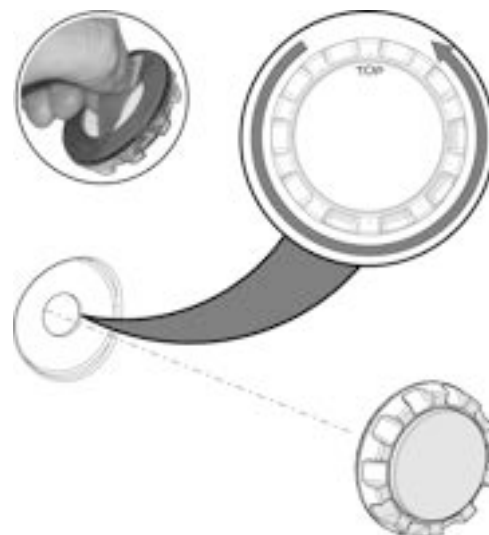

Abbildung 456. Entfernen Sie das Schutzband und drehen Sie die Beleuchtung/den Blinker bis der Text „TOP“ gerade nach oben weist.
2. Drehen Sie Beleuchtung oder Blinker so lange, bis der Text TOP gerade nach oben weist. Positionieren Sie den Blinker auf der hinteren Abdeckung. Drücken Sie sie gegen die hintere Abdeckung, bis das Doppelklebeband auf der Abdeckung klebt. Siehe Abb. 456.